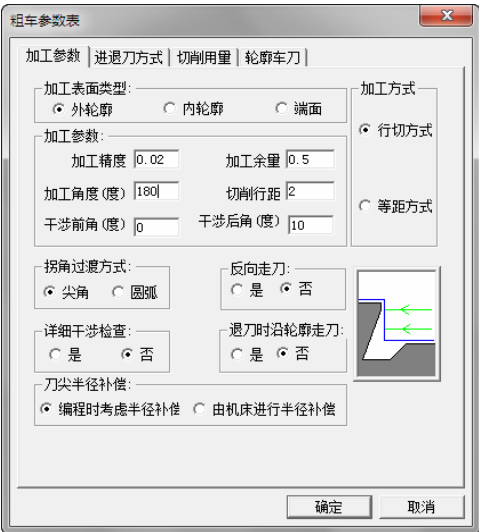

图 4-140 粗车加工参数设定
1) 单击“加工参数”选项卡，设置具体参数，加工表面类型：外轮廓；加工精度：0.02；加工余量：0.5；加工角度：180；切削行距：2；干涉前角：0；干涉后角：10；拐角过渡方式：尖角；反向走刀：否；详细干涉检查：否；退刀时沿轮廓走刀：否；刀尖半径补偿：编程时考虑半径补偿；加工方式：行切方式，如图 4-140 所示。